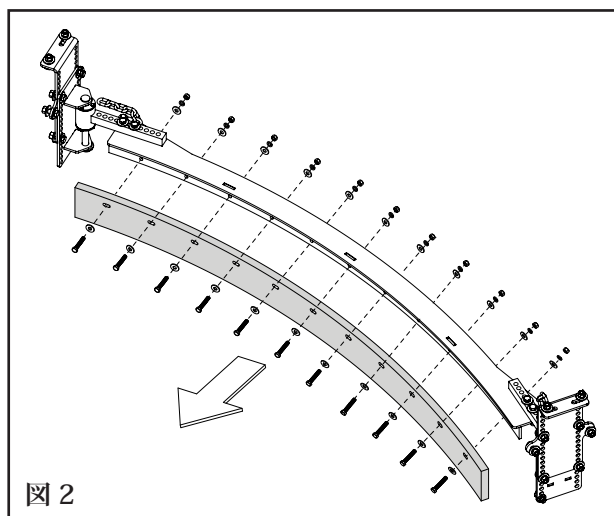

図2
2. ブレードをプラウから取り外します。磨耗したブレードをプラウのメインフレームに固定しているボルトをすべて緩めて取り外します。磨耗したブレードを取り外したら、ベルト中間クリーナー(プラウ)に残っている搬送材料を完全に清掃します。補強用ボードを構成するユニットは、磨耗したブレードを交換するために、補強用ボードを取り外す必要があります。補強用ボードがまだ良い状態であれば、再利用できる場合があります(図2)。